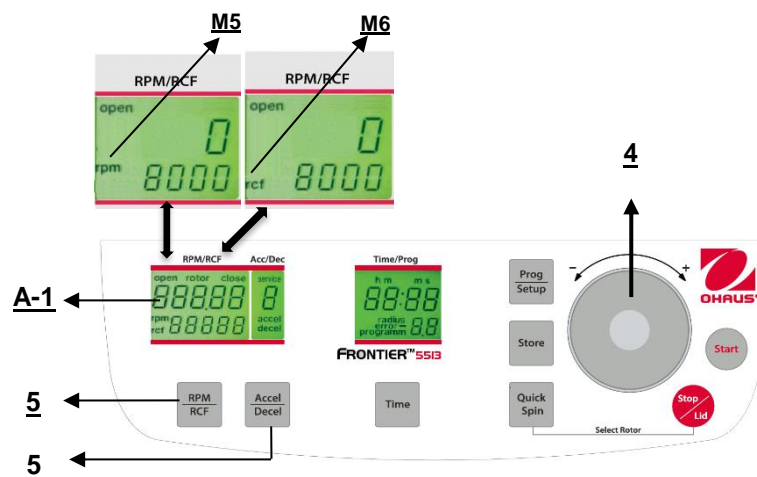

Abbildung. 16
Diese Vorauswahl wird durch die Taste "**RPM/RCF**" (5) aktiviert (siehe Abbildung 16 unten). Wenn Sie die Taste einmal drücken, blinkt das Wort "**rpm**" (M5). Wenn Sie die Taste zweimal drücken, kann die Vorauswahl der Zentrifugalkräfte ausgewählt werden. Dann erscheint das blinkende Wort "**rcf**" (M6). Sie können die gewünschten Werte mit dem Anpassungs Wählscheibe (4) einstellen. In der Anzeige (A-1) wird stets der regulierte Wert angezeigt, bevor, während und nach dem Betrieb.